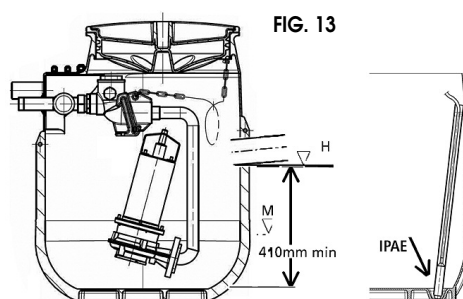

FIG. 13
- Régler dans le coffret de commande, les niveaux d'enclenchement de l'IPAE. Les valeurs de réglage minimales peuvent être les suivantes (pour un IPAE positionné au fond de la cuve et le tuyau d'arrivée des effluents positionné comme ci-dessus - FIG. 13) :